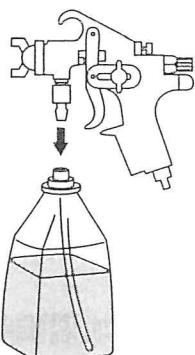

図6
- ① 5ページの作業準備を行って下さい。
- ② ボトルに必要量の薬液を入れ、噴射ガンをセットします。(図6)